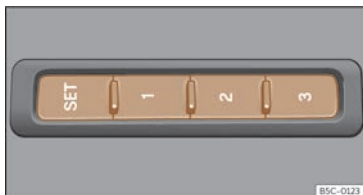

Fig. 102 Al lateral exterior del seient del conductor: tecles de memòria
- Premeu la tecla **SET** durant més d'1 segon >>> fig. 102.